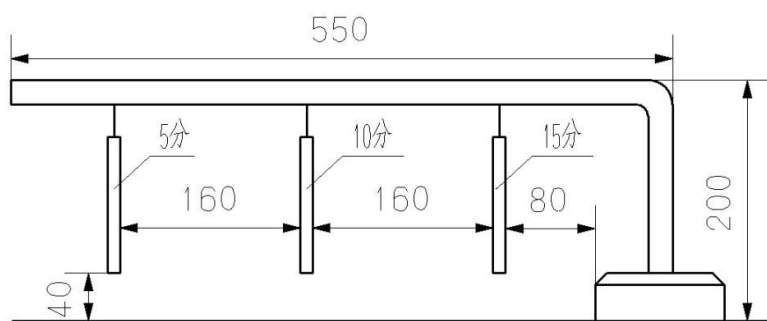

图 10 漂移得分杆
7.5.4 自行组合排布的场地应在转弯位置放置漂移得分杆，标准漂移得分杆见图 10。